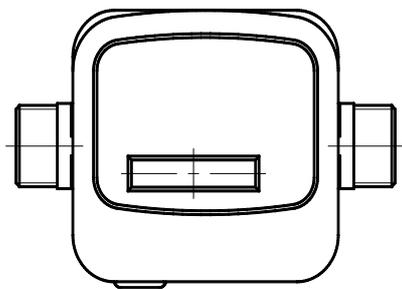

Рисунок 1
- без температурной коррекции классов точности 1,0 и 1,5 (рисунок 1);
- с температурной коррекцией классов точности 1,0 и 1,5 (рисунок 1);